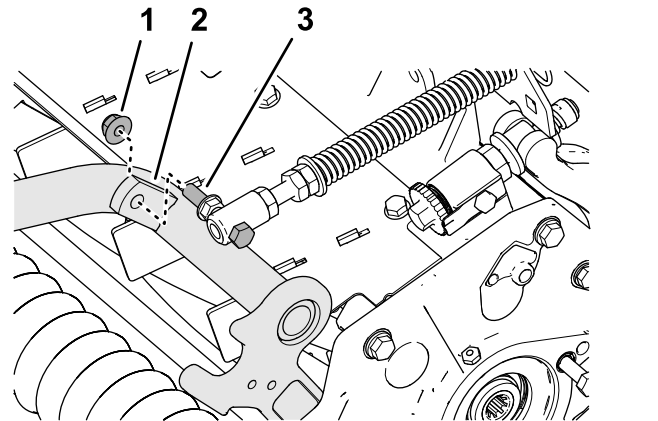

Figura 20
4. Montați dopul filetat al arcului de compensare pentru gazon pe umărul drept al cadrului de susinere (Figura 20) folosind o contrapiuliță cu guler ($\frac{3}{8}$ ").